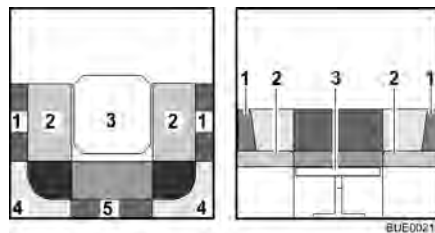

Bild 81 Under ombyggnaden
- Tag bort ryggdynorna (Bild 81,4 och 5) och lägg dem åt sidan.
- Drag sittdynorna (Bild 81,2) till bordets mitt.
- Skjut in ryggdynorna (Bild 81,1) mellan sittdynorna och ytterväggen. Beakta kilformen.